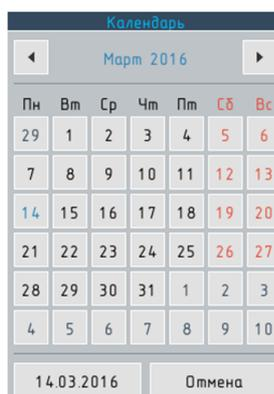

Рисунок 3.4 – Элемент Календарь
- ▶ содержать маску ввода для даты и времени, а так же иметь кнопку Дата для вызова диалога Календарь упрощающего ввод даты (см. рисунок 3.4);
- ▶ индикатор текущей даты и времени (при нажатии на индикатор вызывается окно Календарь см. рисунок 3.4).